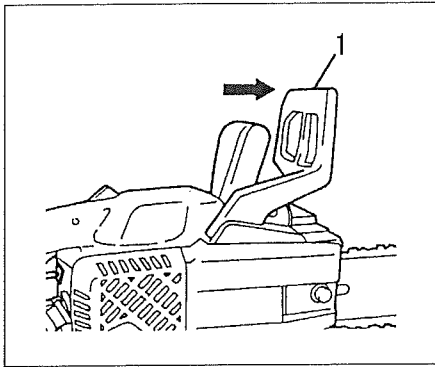

Fig.2-5
- (En) Chain brake operation (Optional) (Fig. 2-5)**
- (It) Funzionamento del freno catena (Opzionale) (Fig. 2-5)**
- (Sp) Operación del freno de la cadena (Opcional) (Fig. 2-5)**
- (Fr) Fonctionnement du frein de chaîne (En option) (Fig. 2-5)**
- (Ge) Gebrauch der Kettenbremse (Extrazubehör) (Fig. 2-5)**
- (Sw) Användning av kedjebromsen (Fig. 2-5)**